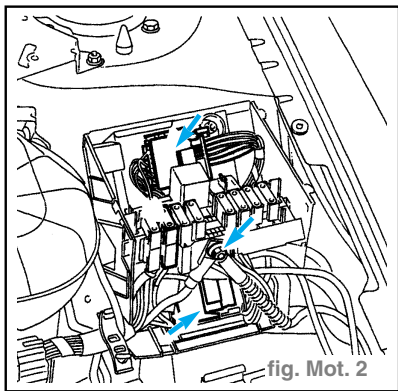

fig. Mot. 2
- le faisceau moteur sur le boîtier interconnexion moteur et l'écarter, (fig. Mot. 2)